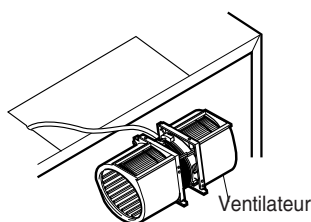

Figure 20
- Faire tourner le ventilateur de 90°, de façon à ce que les bouches d'évacuation soient dirigées vers le haut de l'armoire. Voir la figure 20.